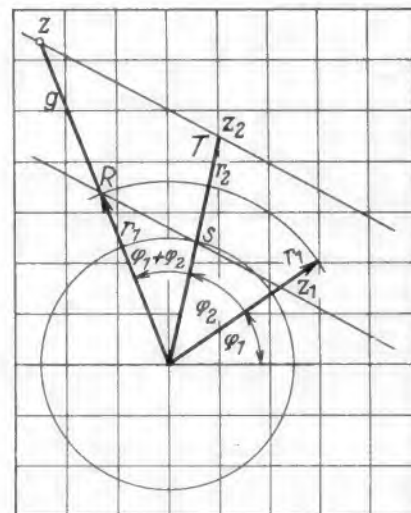

Bild 8. Multiplikation zweier komplexer Zahlen
5. Multiplikation (Bild 8)
Es werden zunächst (Bild 8) die Winkel φ_1 und φ_2 addiert, es ergibt sich die Gerade g. Auf ihr wird die Strecke r_1 abgetragen. Durch T wird eine Parallele zu RS gelegt. Sie schneidet g in z.